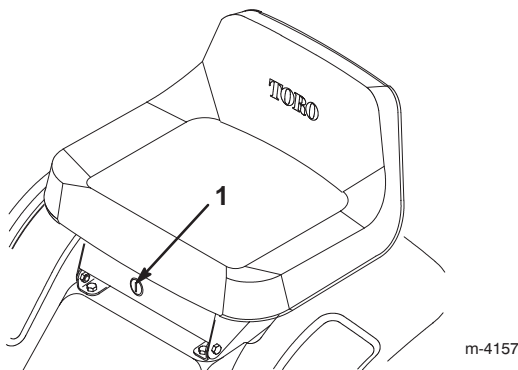

Bild 10
Wenn Sie im Rückwärtsgang den Zapfwellenantrieb (ZWA) benötigen, können Sie diesen Sicherheitsschalter mit Hilfe des KeyChoice-Schalters bei der Sitzhalterung deaktivieren (Bild 10).
2. Stecken Sie den KeyChoice-Schlüssel in den Schalter (Bild 10).